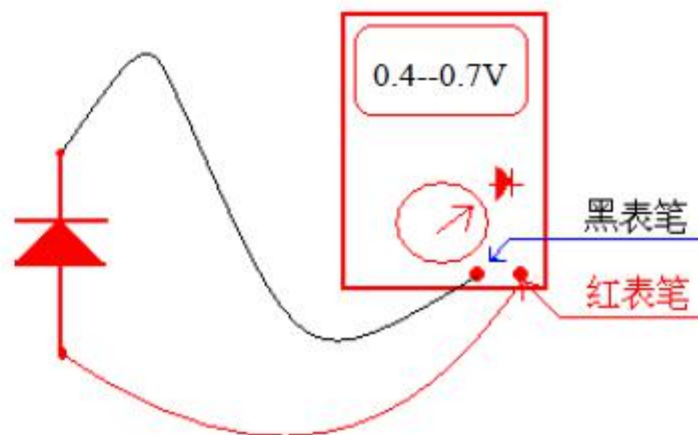

图 10：测量方法
(2) 测量方法：将万用表调至二极管档（图 10），分别对模块内的四个二极管（D1、D2、D3、D4）进行测量。